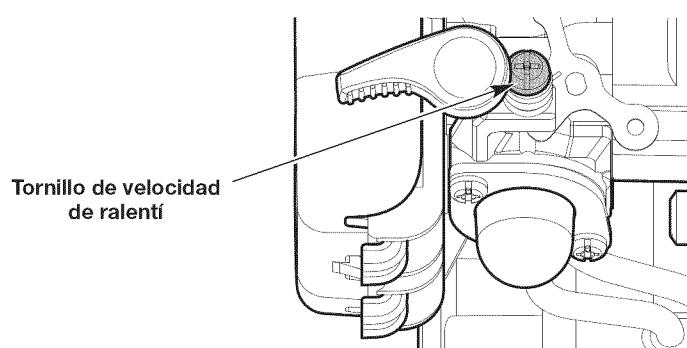

Fig. 17
- Si el motor se para, aumente la velocidad de ralentí. Use un destornillador Phillips pequeño para girar el tornillo de velocidad de ralentí en el sentido de las agujas del reloj, 1/8 de giro cada vez hasta que el motor funcione al ralentí de manera uniforme (Fig. 17).
- Si el cabezal de corte gira cuando el motor funciona al ralentí, reduzca la velocidad de ralentí. Gire el tornillo de velocidad de ralentí en el sentido contrario de las agujas del reloj, 1/8 de giro cada vez, hasta que se detenga el cabezal de corte (Fig. 17).